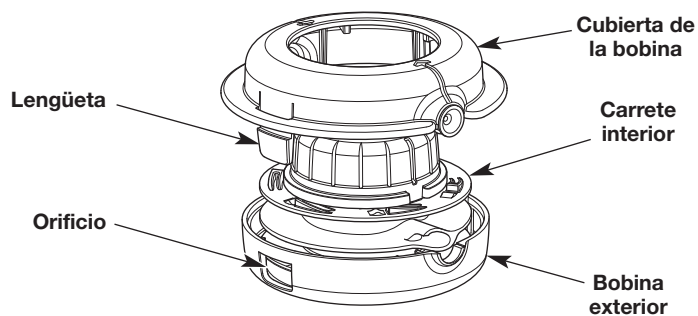

Fig. 19
1. Oprima firmemente las lengüetas del cabezal de corte (Fig. 19).
2. Retire la cubierta de la bobina (Fig. 19).
4. Utilice una tela limpia para limpiar el carrete interior, la bobina exterior y la cubierta de la bobina (Fig. 19).
5. Se deben alinear las lengüetas de la cubierta de la bobina con los orificios de la bobina exterior (Fig. 19). Oprima la cubierta de la bobina sobre la bobina exterior hasta que las lengüetas entren a presión firmemente en los orificios.